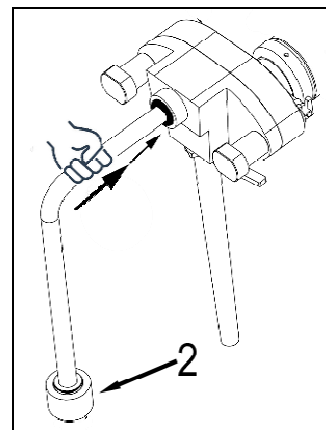

Fig. 34
- Inserte el tubo de conexión en la bomba y en el racor de la cubeta cerciorándose siempre de obtener dos "clics" de bloqueo. Compruebe manualmente la estanqueidad del tubo. Lubrifique el roscado del racor de la cubeta 2 con el lubricante alimentario suministrado con la máquina y proceda a enroscar cuidadosamente el racor en el fondo de la cubeta (fig. 34).